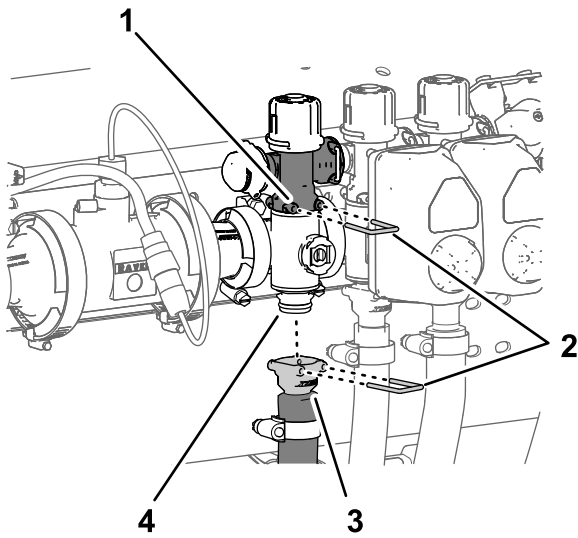

Figure 125
1. Retirez l'étrier qui fixe le raccord rapide de la vanne de dérivation de section à la vanne du collecteur de section (Figure 125)
- Retirez l'étrier qui fixe le raccord rapide du flexible d'alimentation de section au collecteur et l'étrier qui fixe le raccord rapide de la vanne du collecteur de section (Figure 125).